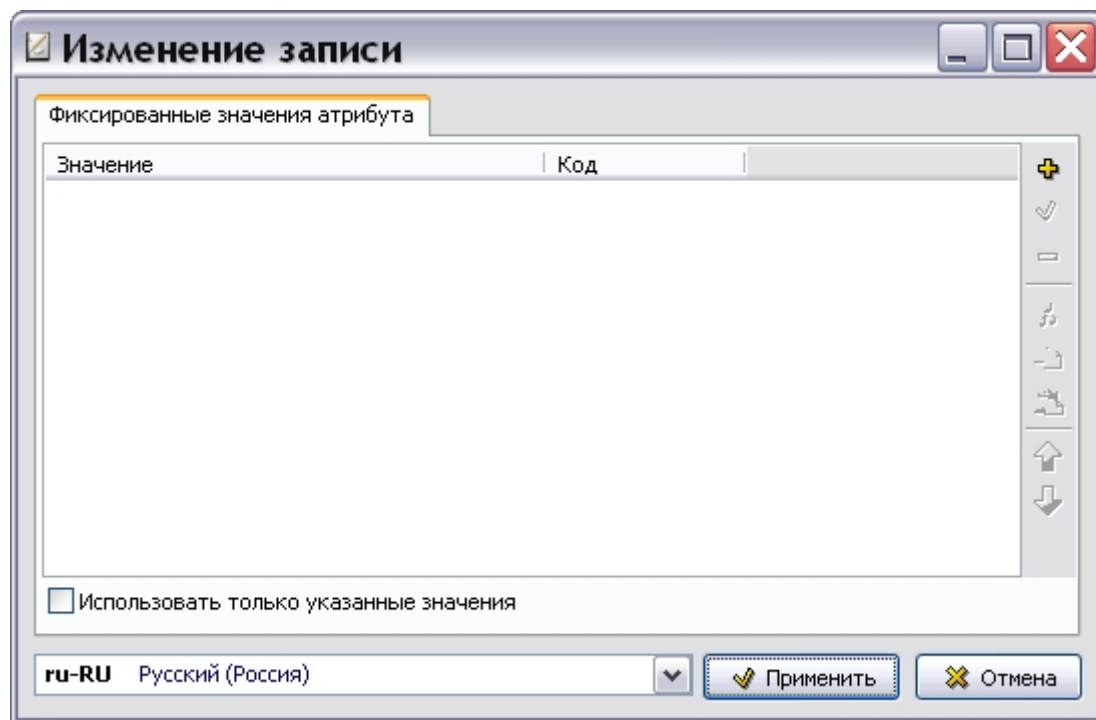

Рис. 3.24
1. Нажмите на кнопку **Возможные значения атрибута**. После этого появится окно **Изменение записи** с открытой вкладкой **Фиксированные значения атрибута** (Рис. 3.24).